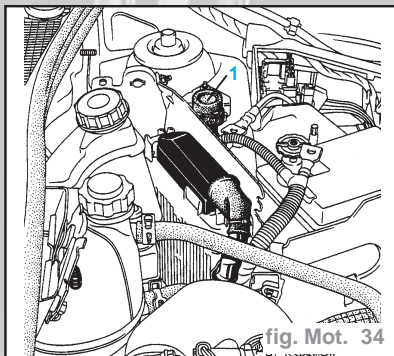

fig. Mot. 34
- Le système se compose en tout et pour tout, d'un contacteur à inertie (1) (fig. Mot. 34) :
- Il est monté entre la voie 1 du relais de pompe (236) et l'alimentation en +.